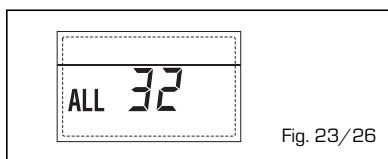

Fig. 23/26
**- ANOMALIA COMUNICAZIONE SCHEDINO RS-485 IN MODALITA' MODBUS "ALL 33" (fig. 23/27)**